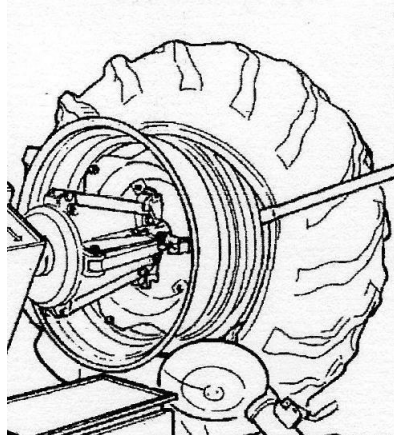

Рисунок 24
– Вставьте рычаг LA между ободом и бортом справа от устройства (см. Рисунок 24).